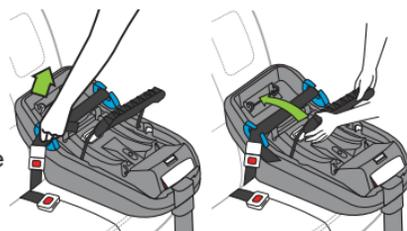

Figure 62a
- Éliminez le mou de la ceinture du véhicule autour de la base en tirant sur l'extrémité libre de la ceinture sous-abdominale, comme illustré à la **Figure 62a**.